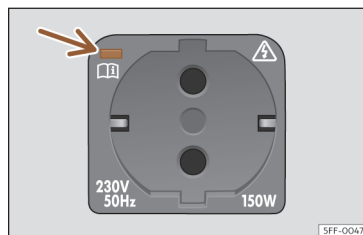

Fig. 144 En el maletero: toma de corriente de 230 voltios.
Con el motor en marcha, la toma de corriente » fig. 144 se activa automáticamente en cuanto se enchufa un conector. Si hay suficiente energía disponible, dado el caso también se puede seguir utilizando la toma de corriente con el motor apagado » ❷.